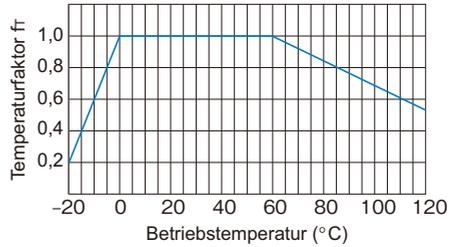

Abb. 2 Temperaturfaktor
Übersteigt die Temperatur der Trapezspindel den normalen Temperaturbereich, nimmt die Resistenz gegen Reibverschleißung und die Festigkeit des Materials ab. Daher müssen das zulässige dynamische Drehmoment (T) und die zulässige dynamische Belastung (F) mit dem entsprechenden Temperaturfaktor aus Abb. 2 multipliziert werden.
- f_T : Temperaturfaktor (siehe Abb. 2)
- F : Zulässige dynamische Belastung (N)
- P_F : Axialbelastung (N)